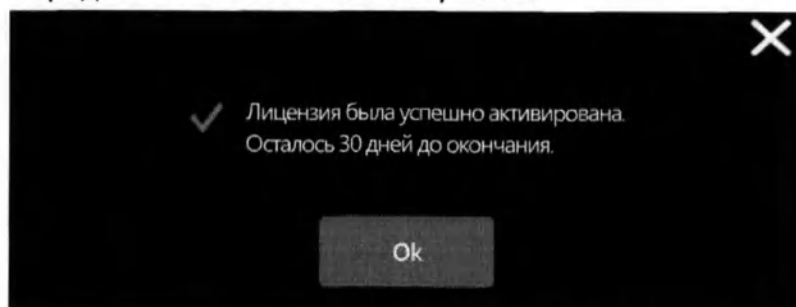

Рис.9.4 – Активация лицензии
9.1.4. После успешной активации лицензии на экране прибора появится сообщение вида как на Рис.9.4. Для продолжения нажмите кнопку «ОК».